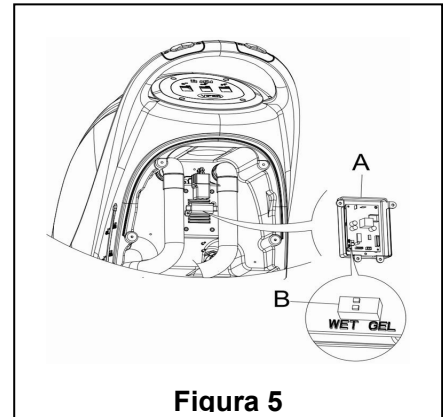

Figura 5
2. Retire la manguera de drenaje (15)
4. Retire la tapa de control (5) y los tornillos de la tapa de la batería (10). Quite los tornillos de la plataforma del PCB. El interruptor DIP (B) de configuración del modelo de la batería puede ser visto al dar la vuelta al circuito PCB. (véase la **Figura 5**)
5. Ajuste el interruptor DIP micro (B) a la posición de "HÚMEDO".